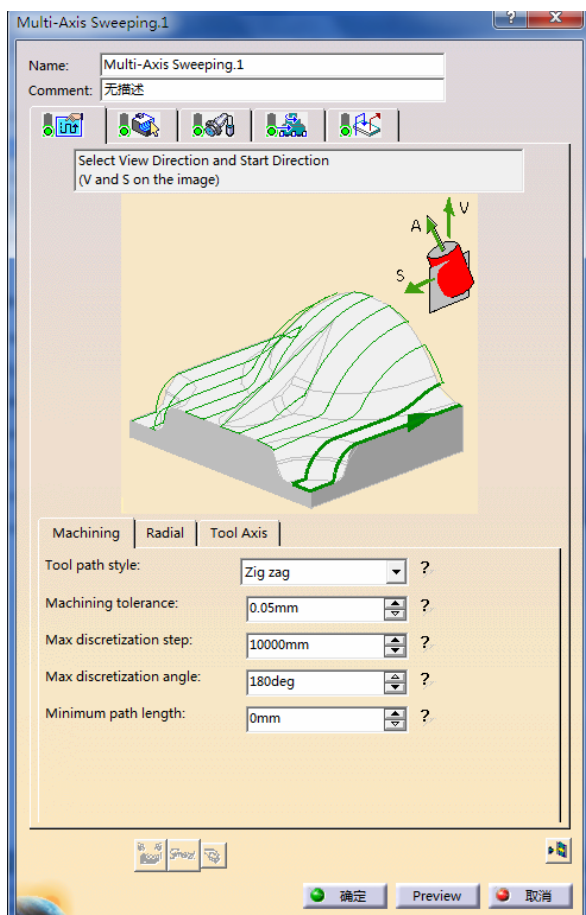

图 5-100 “Machining”选项卡 (6)
- 在“Machining”选项卡 (6) 的“Machining tolerance”文本框中输入“0.05mm”, 如图 5-100 所示。